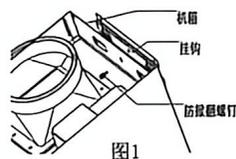

图1
- 整机安装必须有防掀翻装置(如右图,蜗壳下置式按图2安装,其它型号按图1安装)